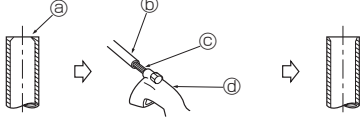

Fig. 5-4
5.2.2. Pürüzlerin giderilmesi (Fig. 5-4)